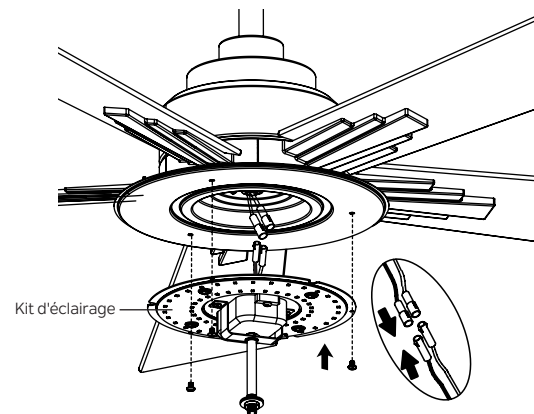

Fig. 22
Étape 1. Tenez le kit d'éclairage LED sur la plaque d'éclairage, puis connectez les 2 connecteurs à une broche du kit d'éclairage aux 2 connecteurs à une broche de l'ensemble moteur. Connectez le fil noir au fil noir et le fil blanc au fil blanc. Fixez le kit d'éclairage à la plaque d'éclairage et serrez solidement avec trois (3) vis du jeu de vis (Fig. 22)